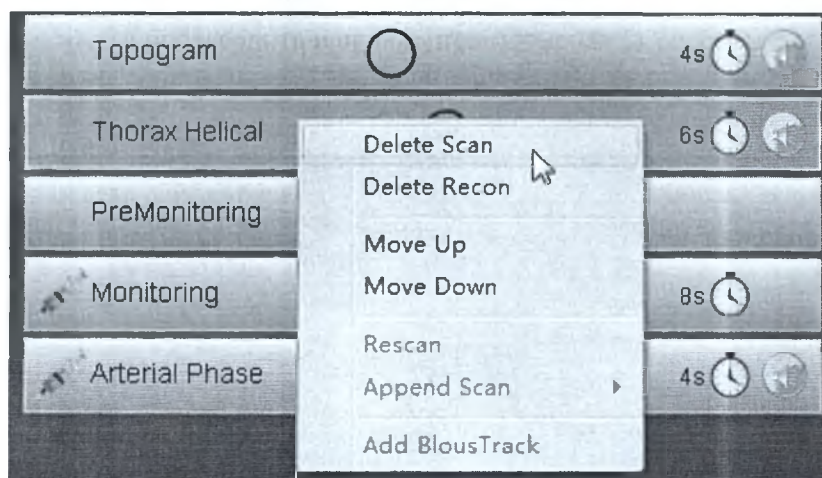

Рисунок 53 Удаление протокола сканирования
2. Щелкните по протоколу правой кнопкой мышки, после чего всплывет контекстное меню. Выберите удалить протокол (Delete Scan) (см. рис. 53), после чего он исчезнет из списка.